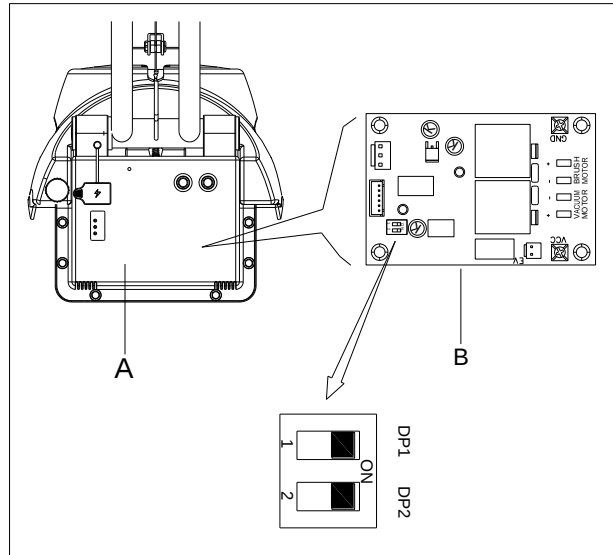

FIGURA 5
1. Apague la máquina y desmonte la tapa (A como en la Figura 5) de la máquina. Encontrará el control principal PCBA (B como se muestra en la Figura 5). Hay dos interruptores (DP1 y DP2) en el PCBA.